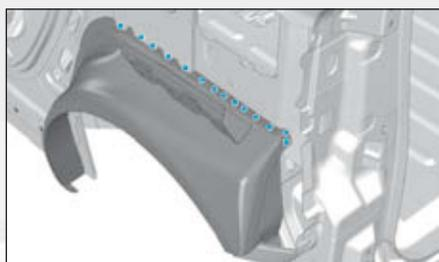

FIG.202
- par points bouchons MAG, puis meuler les points de soudure (Fig.201) et (Fig.202),